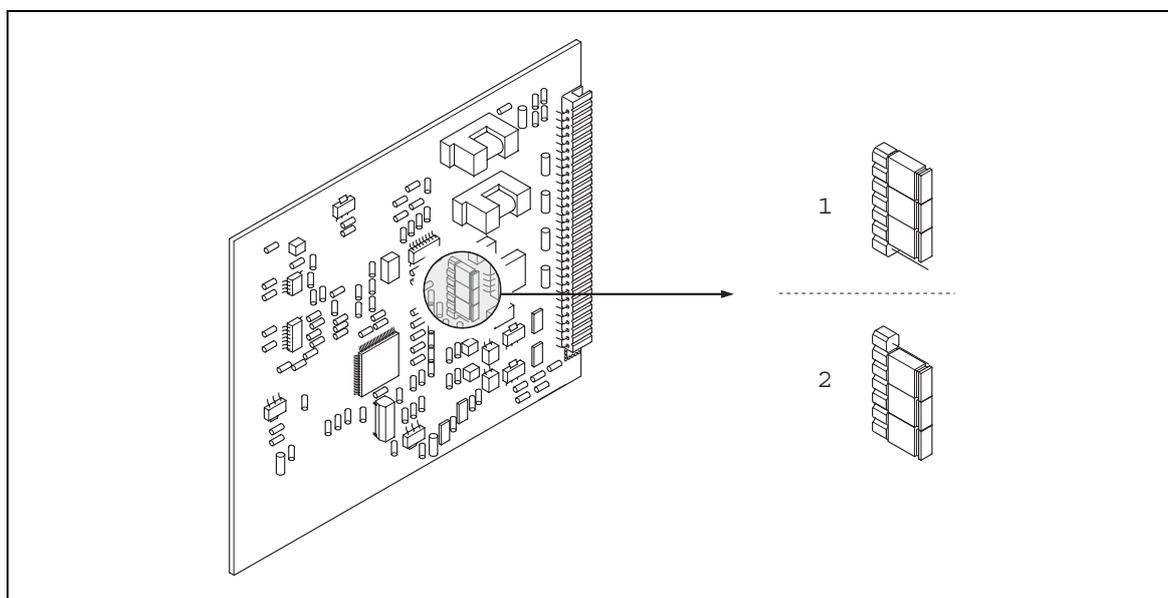

Рис. 28: Конфигурирование токовых выходов (плата I/O)
3. Установите перемычки в соответствии с → рис. 28